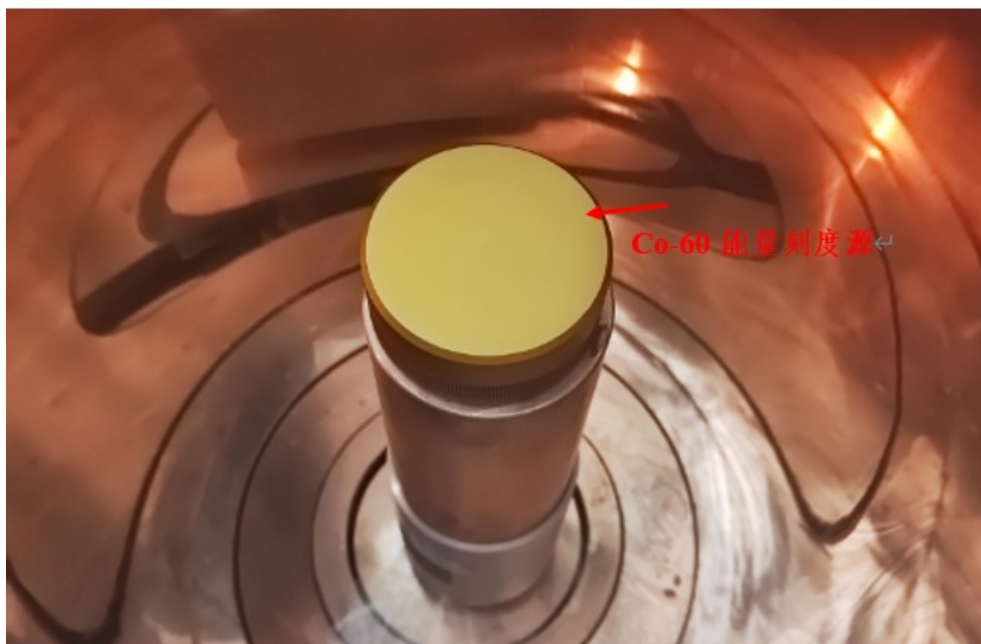

图 1 能量刻度源
- (1) 放置刻度源：打开铅室，将能量刻度源放置如图 1 放置在探头测上，并关好铅室门；